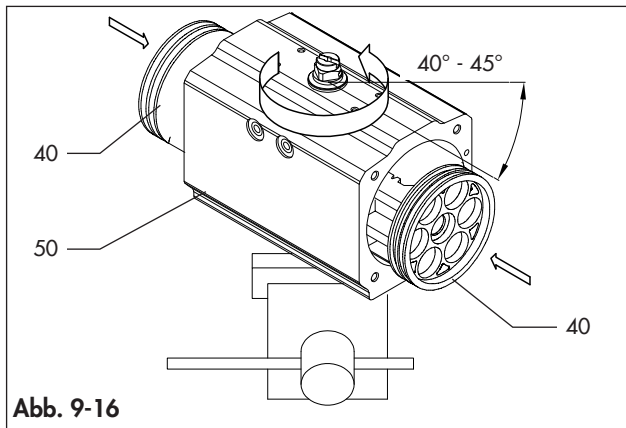

Abb. 9-16
- Drehen Sie das Gehäuse (50) um 40°-45° im Uhrzeigersinn von oben gesehen, wie in Abb. 9-16 gezeigt.
- Führen Sie die beiden Kolben (40) gleichzeitig in das Innere des Gehäuses (50) ein und drücken Sie, bis die Kolben einrasten.
- Drehen Sie dann das Gehäuse (50) von oben gesehen gegen den Uhrzeigersinn bis zum Ende des Hubs.